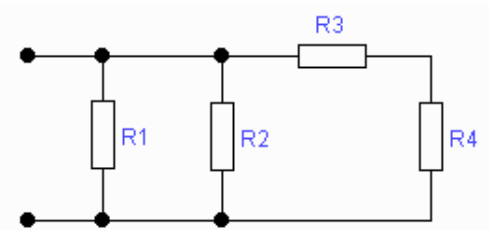

Рис. 2.22.
2.7.40. Для електричного кола на рис.2.22 знайти загальну провідність кола, якщо $R_1=25\ \text{Ом}$, $R_2=50\ \text{Ом}$, $R_3=40\ \text{Ом}$, $R_4=60\ \text{Ом}$.